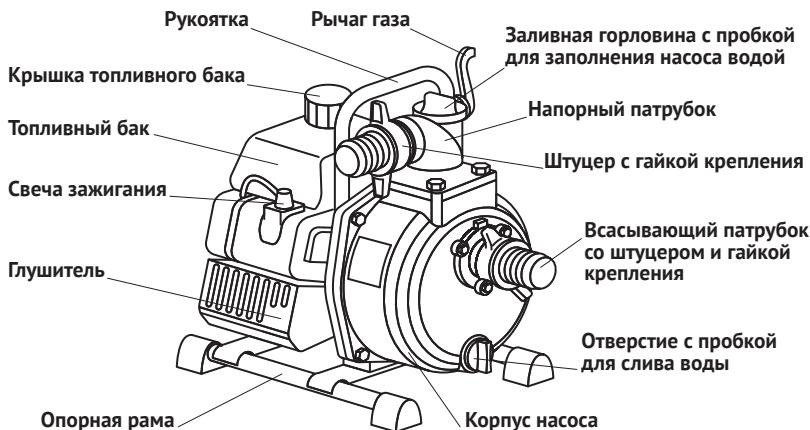

Рис. 1
6. Открутив пробку заливной горловины (рис. 1), при помощи воронки медленно заполните корпус насоса водой. Заливайте воду до тех пор, пока из горловины не потечет вода без пузырьков воздуха. Плотно заверните пробку заливной горловины. Следите за герметичностью всасывающего шланга и надёжностью его соединения со штуцером, чтобы избежать попадания воздуха в насос.
3. Откройте дроссельную заслонку карбюратора, переведя рычаг газа (рис. 1, 7) из крайнего положения («закрыто») на 1/2 расстояния до другого крайнего положения («открыто»). Направление поворота рычага газа, соответствующее увеличению числа оборотов двигателя, можно определить по возникающему при повороте усилию.